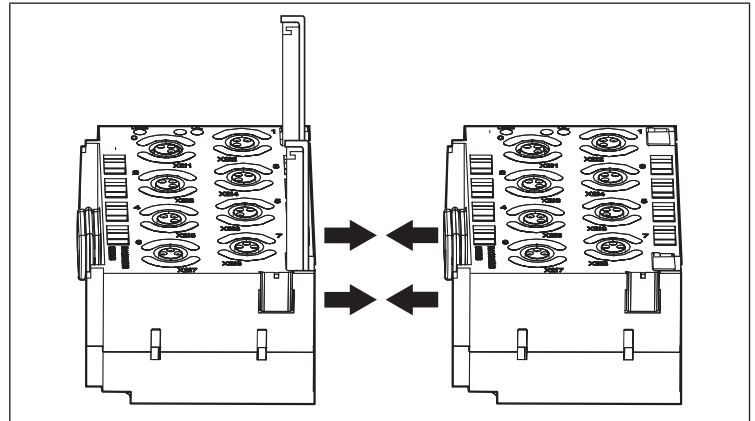

Abb. 10: Module zusammensetzen
- Setzen Sie das neue E/A-Modul auf die Montagefläche und schieben Sie es nach rechts auf die Einheit auf (siehe Abb. 10: Module zusammensetzen). Stellen Sie dabei sicher, dass die Dichtungen richtig eingelegt sind.
- Setzen Sie das neue E/A-Modul auf die Montagefläche und schieben Sie es nach rechts auf das letzte E/A-Modul (siehe Abb. 10: Module zusammensetzen). Stellen Sie dabei sicher, dass die Dichtungen richtig eingelegt sind.